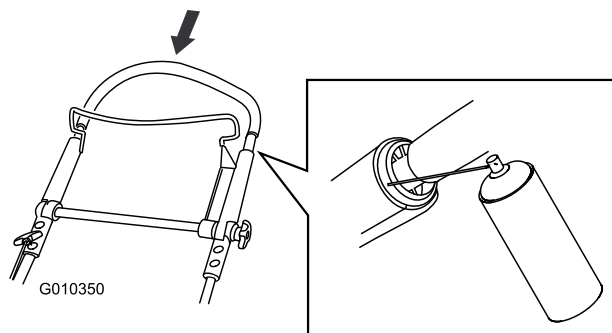

Figura 43
2. Empuje completamente hacia abajo el manillar superior y rocíe la superficie de plástico interior del manillar exterior (Figura 43).